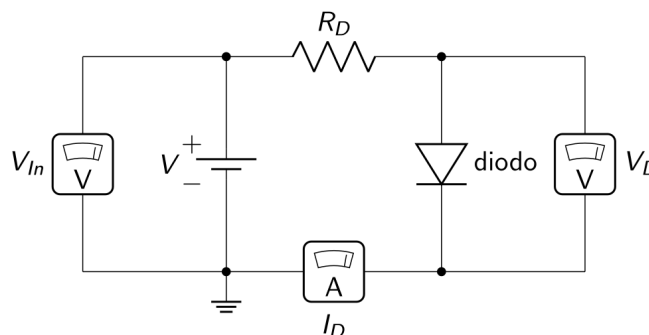

Figura 2: Circuito básico del diodo en polarización directa con los instrumentos de medición
- Implemente el circuito de la Figura 2 en una protoboard usando el diodo de silicio.